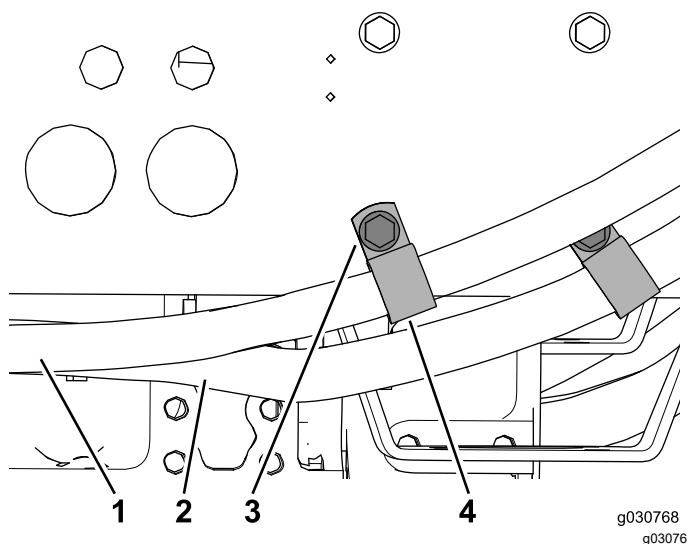

Figura 42
5. Instale um grampo em R em redor de cada tubo do ar condicionado e utilize os dois parafusos existentes para os prender à estrutura da máquina (Figura 42).